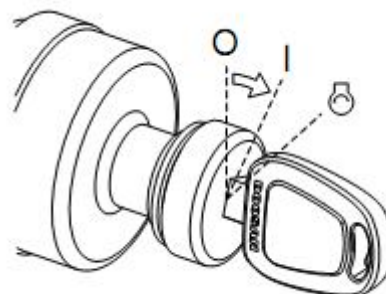

Рисунок 8
4. Переведите пусковой переключатель в положение «I» (ON – «ВКЛЮЧЕНО»), см. рисунок 8. Когда цикл предварительного прогрева будет закончен, индикатор предварительного прогрева (1, рисунок 9) погаснет.